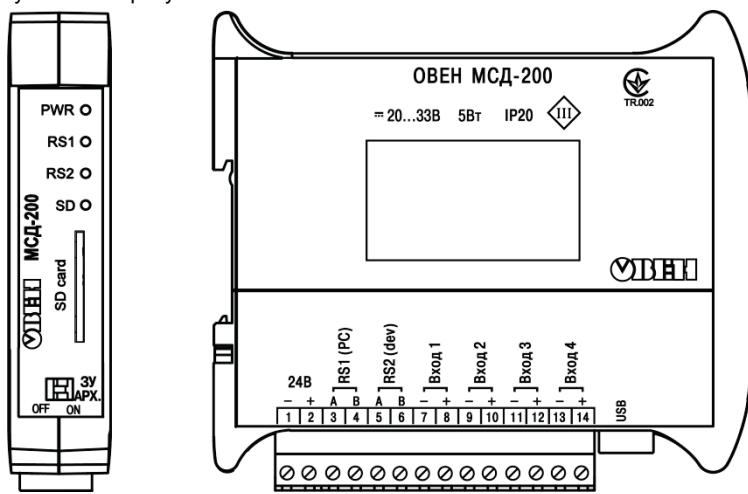

Рисунок 1
- Производится подготовка на DIN-рейке места для установки прибора по размерам корпуса (см. рисунок 1).